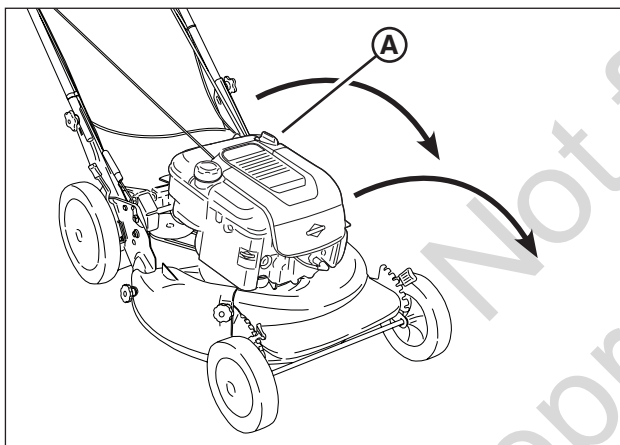

Figure 13: Vidanger l'huile du moteur
2. Retirez la jauge d'essence (A, Figure 13), puis renversez la tondeuse sur son côté. Laissez l'huile se vidanger en la faisant passer du tube du graisseur dans un récipient approprié. Éliminer l'huile usagée de façon appropriée.